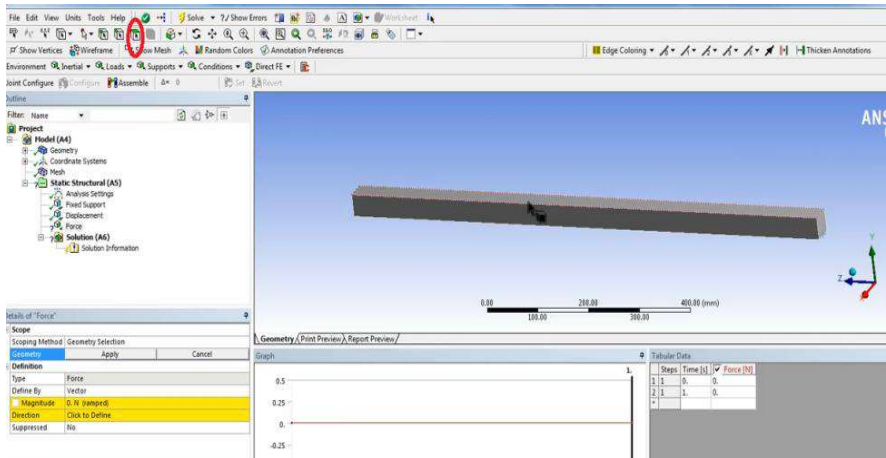

Рис. 10. Задання розподіленого навантаження
4.7. Для задання розподіленого навантаження необхідно обрати (рис. 10):